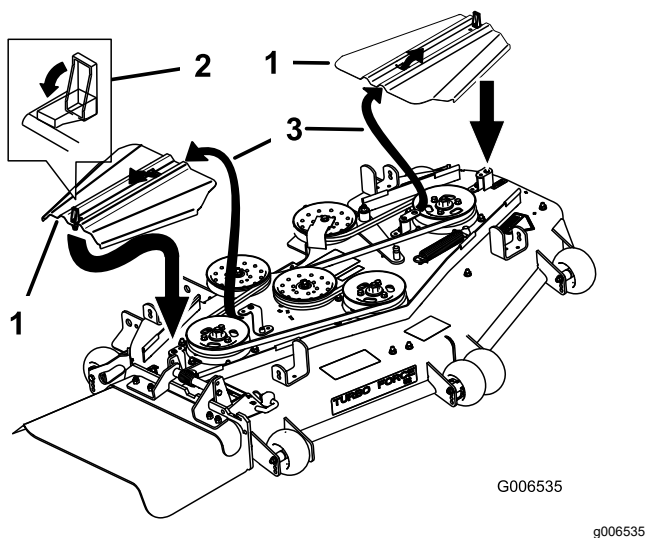

Figura 84
12. Instale as coberturas da correia fazendo deslizar a cobertura para a patilha, instale os parafusos e feche os trincos (Figura 84).